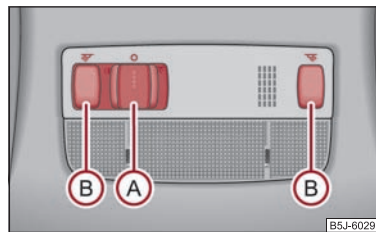

Fig. 41 Découpe dans le revêtement de pavillon: Eclairage intérieur avant / arrière
- Poussez le contacteur  vers la droite et le symbole  $\Rightarrow$ fig. 41 apparaît.
- Appuyez sur l'un des contacteurs  $\Rightarrow$ fig. 41, afin d'allumer ou d'éteindre le spot de lecture droit ou gauche.